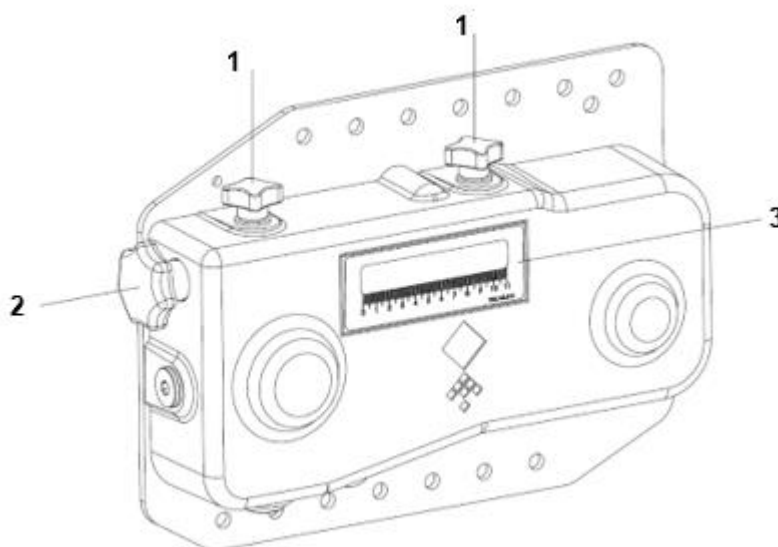

Figura 5
1. Allentare le manopole a stella (1) (cfr. **Figura 5**).
2. Ruotare la manopola a stella (2) per cambiare l'impostazione. L'impostazione può essere letta sull'adesivo (3).
3. Avvitare di nuovo le manopole a stella (1).